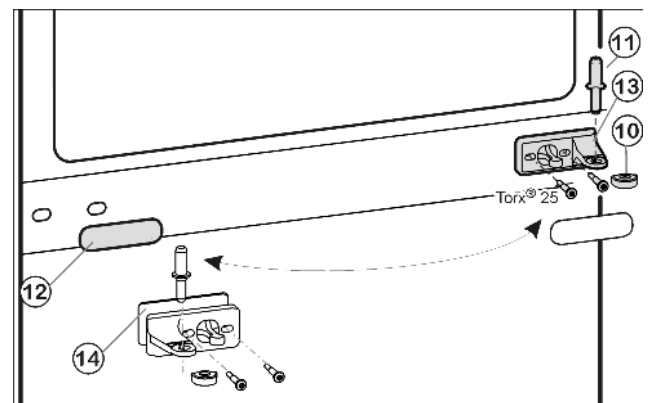
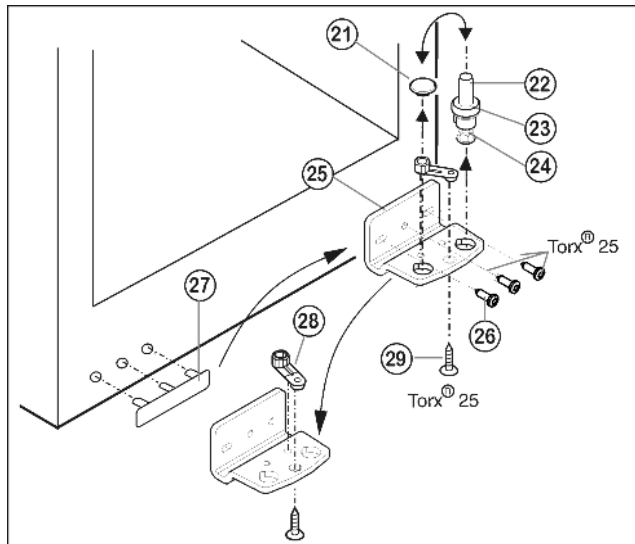

Fig. 5
Fig. 6
- ▶ Estrarre il perno di supporto centrale Fig. 5 (11) dal blocco di supporto e dalla porta inferiore.
- ▶ Staccare il coperchio di plastica Fig. 5 (10).
- ▶ Svitare il blocco di supporto centrale Fig. 5 (13) (2 x Torx® 25).
- ▶ Staccare il pannello di copertura Fig. 5 (12) facendo attenzione.
- ▶ Avvitare il blocco di supporto centrale Fig. 5 (13) con spessore Fig. 5 (14) ruotato di 180° sul nuovo lato cerniera saldamente a 4 Nm.
- ▶ Innestare nuovamente la copertura Fig. 5 (12) ruotata di 180° sul nuovo lato impugnatura.
- ▶ Togliere completamente il perno di supporto Fig. 6 (22) con lo spessore Fig. 6 (23) e il piedino di regolazione Fig. 6 (24), estrarre tirando verso l'alto.
- ▶ Togliere il tappo Fig. 6 (21).
- ▶ Svitare il blocco di supporto Fig. 6 (25).
- ▶ Svitare l'elemento di supporto Fig. 6 (28) e spostarlo Fig. 6 (29) nel foro di alloggiamento opposto, serrarlo nuovamente.
- ▶ Staccare la copertura lato maniglia Fig. 6 (27) facendo attenzione e spostarla sul lato opposto.
- ▶ Fissare nuovamente il blocco di supporto Fig. 6 (25) sul nuovo lato cerniere, eventualmente servendosi di un avvitatore a batteria (a 4 Nm) a 4 Nm.
- ▶ Inserire nuovamente il tappo Fig. 6 (21) nell'altro foro.
- ▶ Inserire nuovamente il perno di supporto Fig. 6 (22), con lo spessore e il piedino di regolazione. Prestare attenzione in modo l'arresto sia rivolto verso il dietro.
- ▶ Appoggiare la porta inferiore dall'alto sul perno di supporto in basso Fig. 6 (22).
- ▶ Applicare nuovamente il coperchio di plastica Fig. 5 (10) sul blocco di supporto centrale Fig. 5 (13).
- ▶ Inserire il perno di supporto centrale Fig. 5 (11) sul nuovo lato cerniera attraverso il blocco di supporto centrale Fig. 5 (13) nella porta inferiore.
- ▶ Mettere la porta superiore sul perno di supporto centrale Fig. 5 (11).
- ▶ Eventualmente allineare le porte sopra le due asole nel blocco di supporto in basso Fig. 6 (25) e nel blocco di supporto al centro Fig. 5 (13) a filo con l'involucro dell'apparecchio. Svitare la vite centrale nel blocco di supporto in basso Fig. 6 (25).